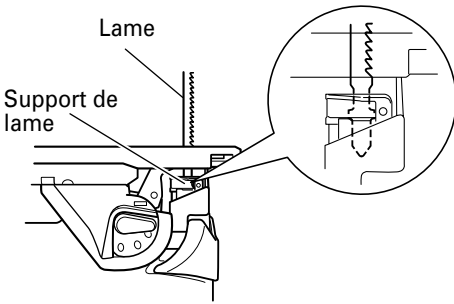

Fig. 7
- S'assurer que les saillies de la lame rentrent à fond dans le support de lame. (Fig. 7)